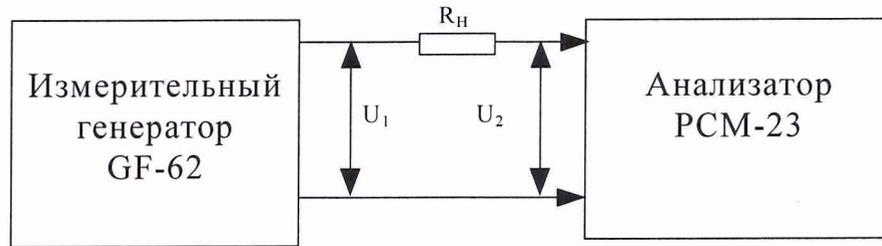

Рис.8.17.
8.3.17.1. Определение несогласованности приемника производится с помощью $R_n = 600$ Ом и измерительного генератора GF-62 методом прямых измерений (рис.8.17).